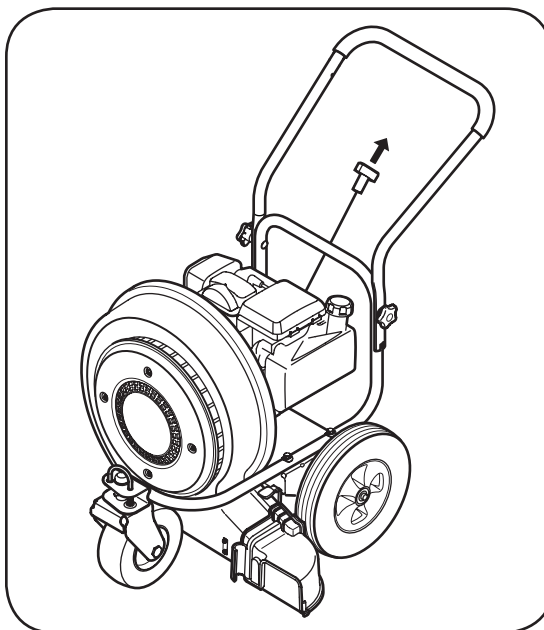

Figura 3-4
4. Tome la manija del arrancador y tire de la cuerda hacia afuera lentamente hasta que el motor alcance el comienzo del ciclo de compresión (la cuerda tirará un poco más fuerte en este punto). Vea la Figura 3-4. Deje que la cuerda se rebobine lentamente.